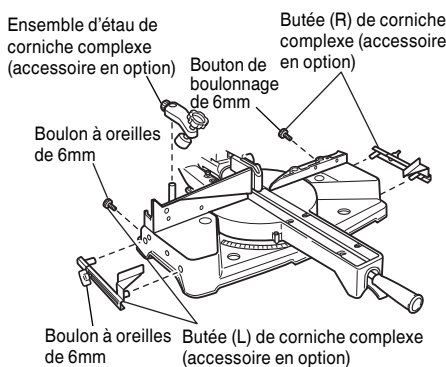

Fig. 44
- (1) Les butées (L) et (R) de corniche complexe permettent des coupes plus faciles de corniches complexes sans inclinaison de la lame de scie. Les installer sur la base, de chaque côté, comme le montre la Fig. 44. Après les avoir introduits, serrer les boutons de boulonnage de 6mm sur les butées de corniche complexe.